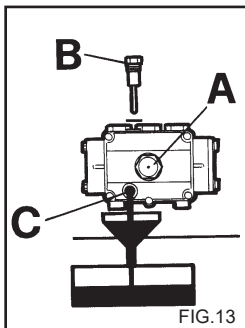

FIG.13
- 2) Draai de dop met het peilstaafje los (fig. 13).